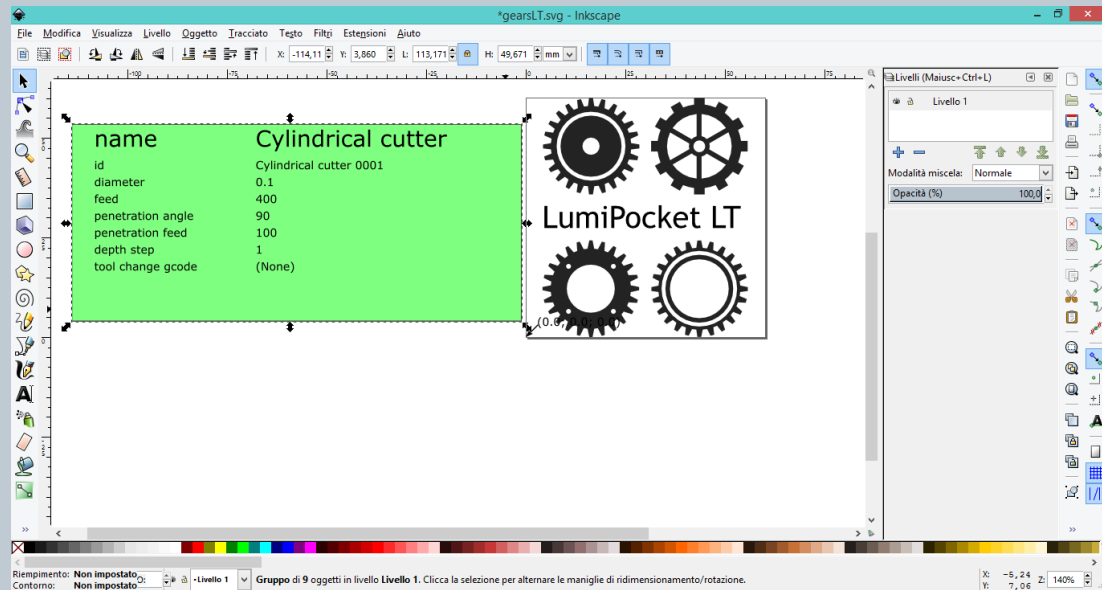

Fig. 58
- Dalla barra degli strumenti a sinistra, scegliere la funzione "Crea e modifica gli oggetti testuali" (tasto di scelta rapida F8) posizionarsi sulla colonna di destra alla voce "diameter" e digitare **0.1**. Cliccare con il mouse fuori dalla tabella per salvare la nuova impostazione. (vedi Fig. 58)